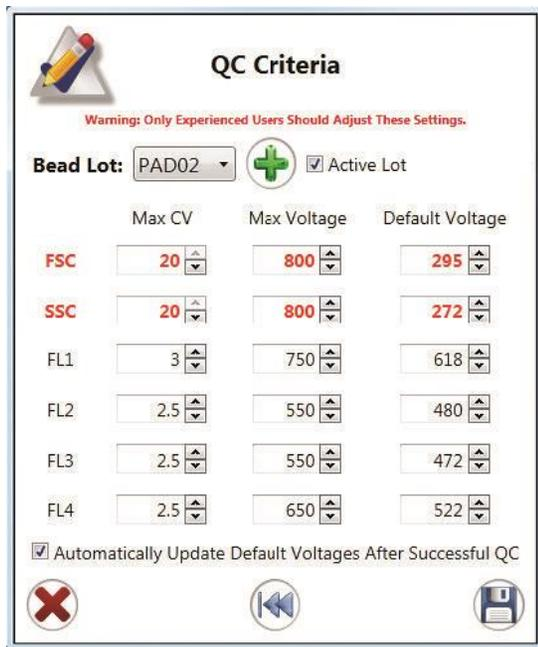

Рис. 18. Окно редактирования критериев контроля качества с зеленой кнопкой «+» и выделенной кнопкой со стрелками перемотки
2. Щелкните на зеленой кнопке со знаком «+» (Рис. 18).